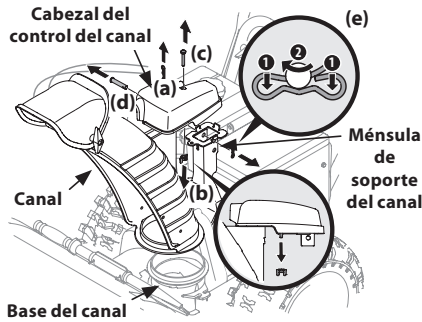

Figura 2-28
1. Retire el pasador de chaveta (a), la tuerca de mariposa (b) y el tornillo hexagonal (c) del cabezal de control del canal. Extraiga el pasador de horquilla (d) y el pasador de chaveta con unión curva (e) de la ménsula de soporte del canal. Consulte Figura 2-28.